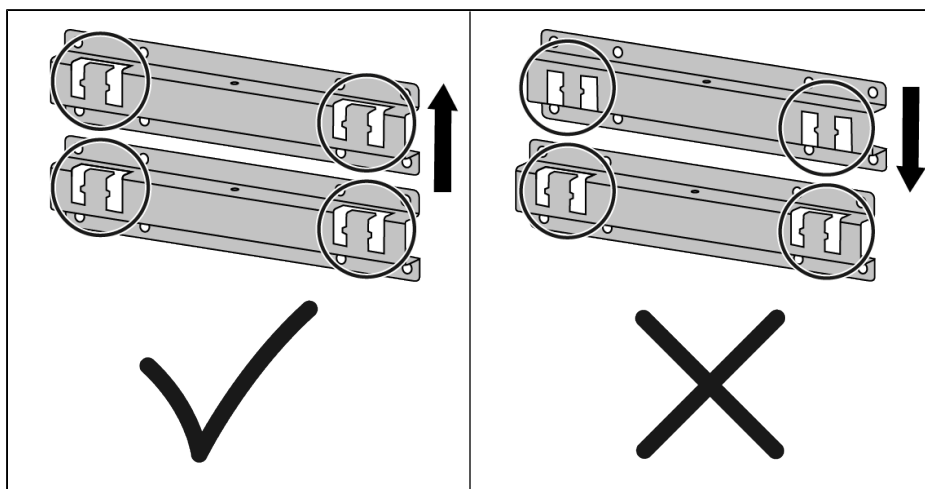
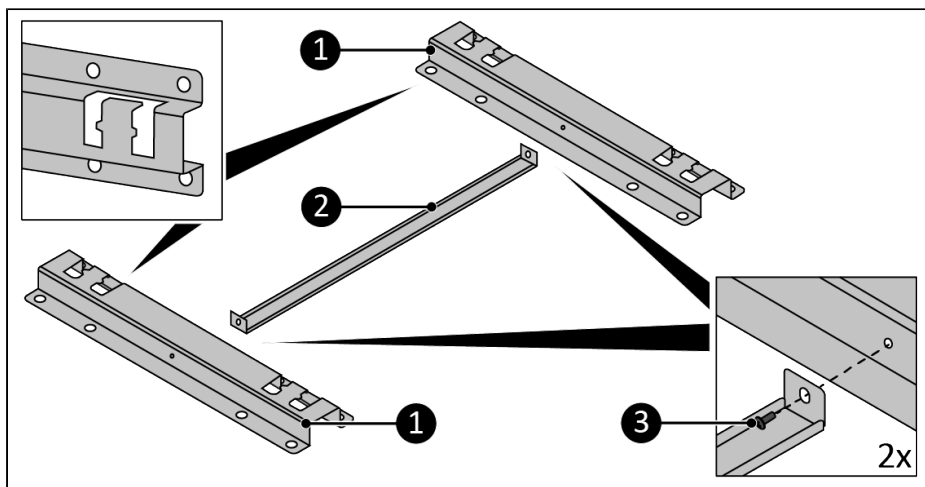

Figure 80.
Figure 81.
Assurez-vous que les ouvertures des supports sont orientées vers le haut, voir Figure 80 et Figure 81 pour référence.
1. Montez l'entretoise (Figure 81, pos. 2) sur les supports (Figure 81, pos. 1) avec les 2 vis M4 de 12 mm (Figure 81, pos. 3).